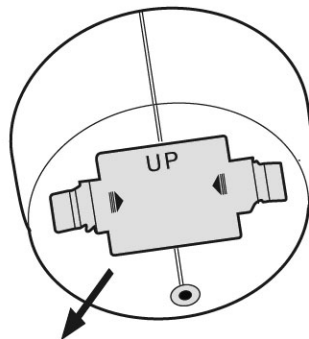

Fig.5
1. Tryk "knappen" på batterirummets dæksel i pilens retning og træk det af batterirummet (Fig. 5). Bemærk: Ordet UP er indgraveret i batterirummets dæksel, tag ikke fejl af retningen.